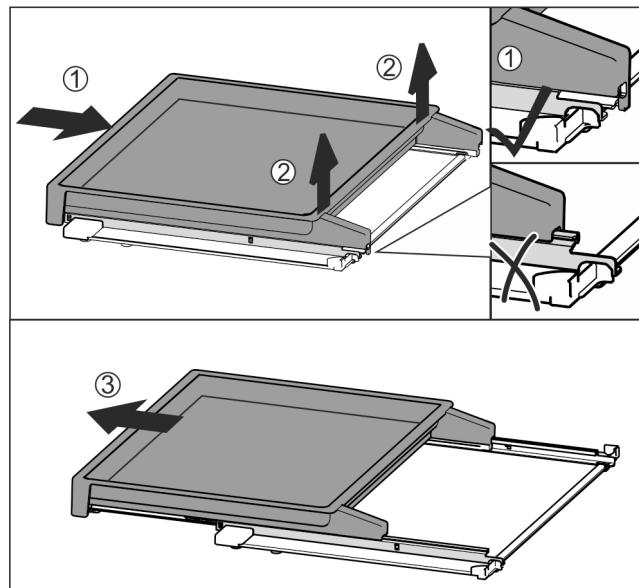

Fig. 133
- Vysouvací příhrádku zcela zasuňte Fig. 133 (1).
- Uvolněte západku na zadní straně Fig. 133 (2).
- Vysouvací příhrádku vyjměte směrem dopředu Fig. 133 (3).